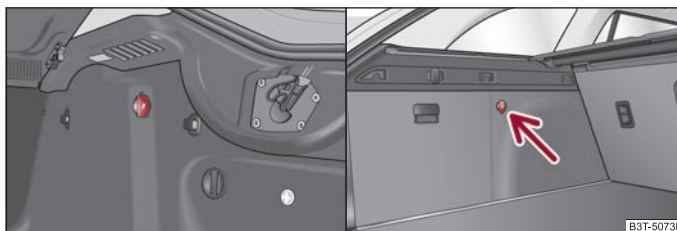

Fig. 104 Spațiul pentru bagaje: Priza / Portbagajul: Priza (Combi)
- Deschideți capacul prizei ⇒ fig. 104.